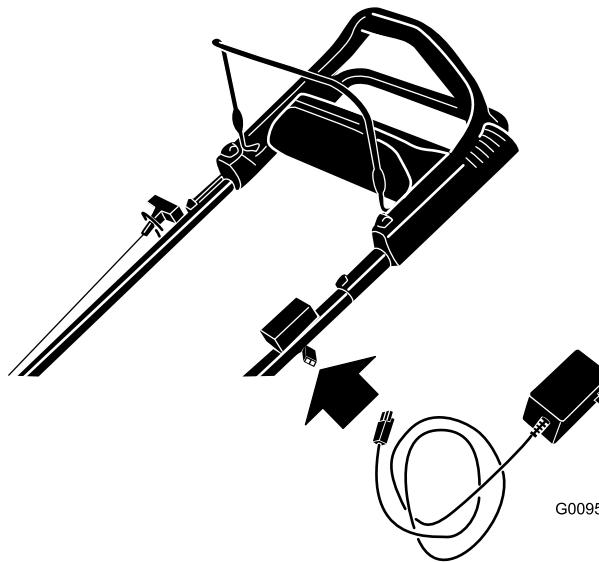

Figura 35
1. Ligue o carregador à cablagem sob o botão de arranque elétrico (Figura 35).